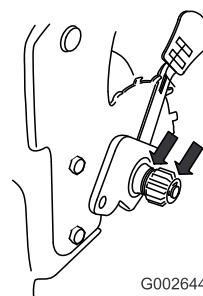

Figure 45
2. Appliquez une couche d'huile de graissage à l'intérieur et à l'extérieur des engrenages, de la manière indiquée (Figure 45).